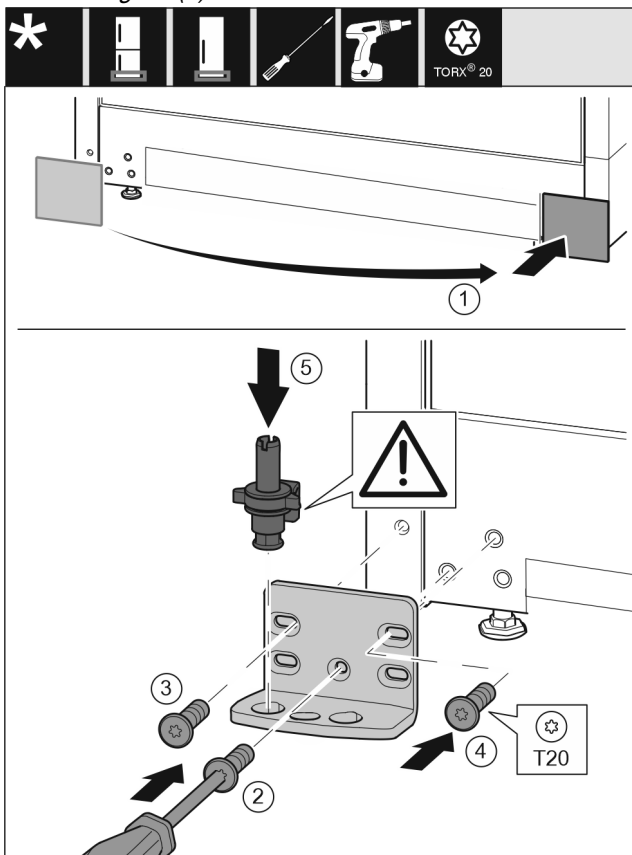

Fig. 16
- ▶ Odoberte kryt a pripevnite ho na druhú stranu. Fig. 16 (1)
- ▶ Ložiskovú konzolu nasadíte na druhú stranu a priskrutkujte ju pomocou skrutkovača T20. Začnite skrutkou 2 dole v strede. Fig. 16 (2)
- ▶ Pevne zaskrutkujte skrutku 3 a 4. Fig. 16 (3,4)
- ▶ Ložiskový čap úplne nasadíte. Dbajte pritom na to, aby zaistovací doraz ukazoval smerom dozadu. Fig. 16 (5)